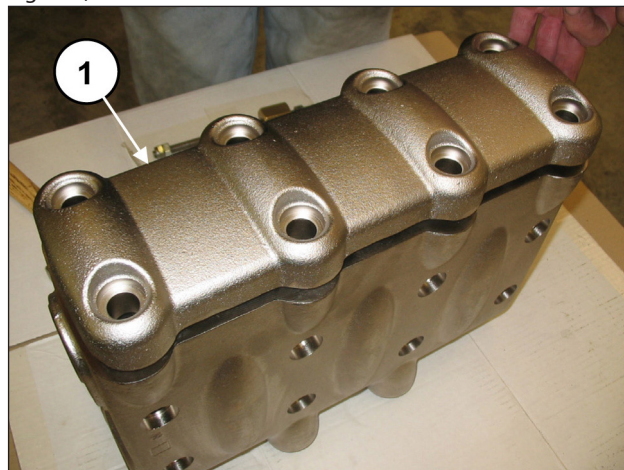
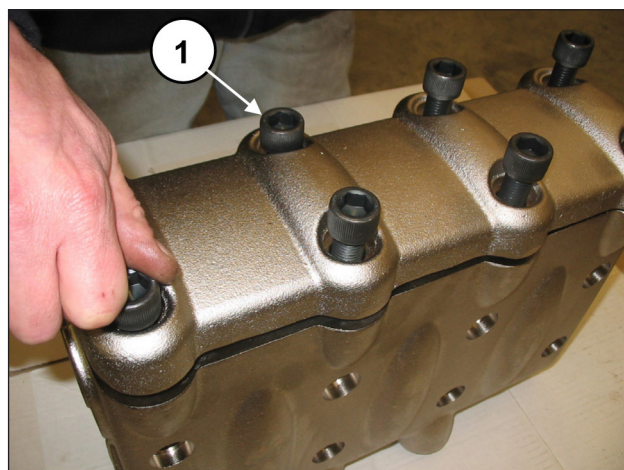

Fig. 105
Fig. 106
Depois de ter terminado com a montagem dos grupos da válvula e da tampa da válvula, aplique a cobertura da válvula (pos. ①, Fig. 105) e solte os oito parafusos M16x55 (pos. ①, Fig. 106).